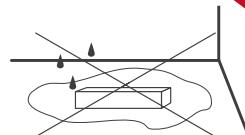

Рис. 3. Не устанавливать источник в местах скопления воды.
- 4.8. Не размещайте источник в местах и нишах, где может скапливаться вода. Нахождение источника в воде [лужа, тающий снег] вызывает разрушающие электрохимические процессы [рис. 3].